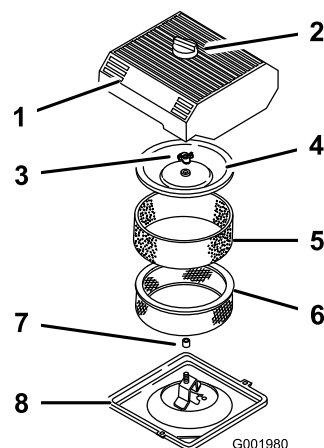

Figure 44
3. Nettoyez la surface autour du filtre à air pour éviter que des impuretés n'endommagent le moteur en tombant à l'intérieur (Figure 44).
4. Desserrez le bouton sur le couvercle du filtre à air et déposez le couvercle (Figure 44).
5. Sortez délicatement l'élément en mousse de l'élément en papier (Figure 44).
6. Dévissez l'écrou du couvercle et enlevez le couvercle et l'élément en papier (Figure 44).
1. Glissez délicatement l'élément en mousse sur l'élément en papier (Figure 44).
3. Vissez l'écrou à la main contre le couvercle (Figure 44).
4. Remettez en place le couvercle du filtre à air et le bouton (Figure 44).